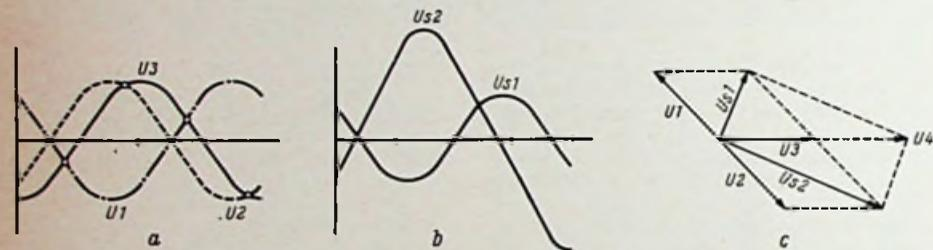

Bild 8. Verlauf der Teilspannungen und Summenspannungen sowie Vektordiagramm bei Frequenzabweichung nach oben
Bild 8. (II): Philco-Empfänger „The Century“ mit UKW, MW, LW. Getrennte AM/FM-Abstimmung, Ferritantenne, Gehäusedipol für UKW, störstrahlungssicherer UKW-Oszillator (Preis etwa 320 DM)